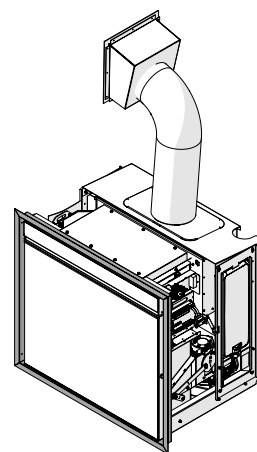

Fig. 43
- Cadres de finition pour plaques de plâtre (**Fig. 43**).